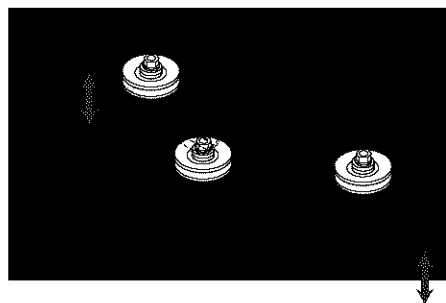

Figura 38. Orientar las Espas de un Lado a Otro
4. Ajuste la altura de corte a posición media. Coloque las espas de la podadora de modo que apunten de un lado a otro (Figura 38).